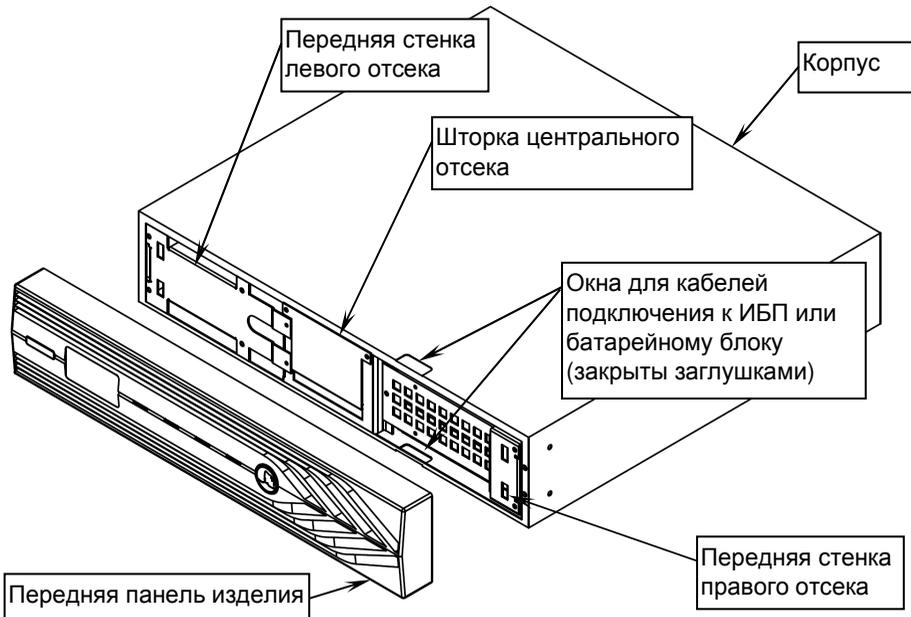

Рисунок 1 – Общий вид изделия при снятой передней панелию
- Снимите переднюю панель изделия, потянув ее на себя и освободите от заглушки верхнее окно для прокладки кабеля ББ (см. рисунок 1).